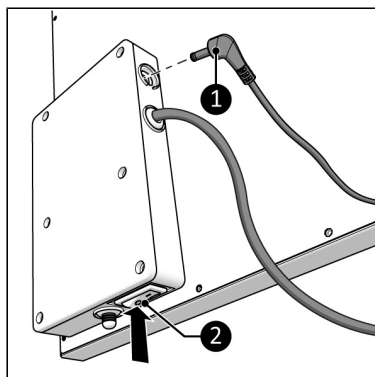

Figure 92.
1. Assurez-vous que le commutateur ON/OFF est en position OFF (Figure 92, pos. 2).
2. Connecter le connecteur du capteur de température externe (Figure 92, pos. 1) à la fiche du capteur.